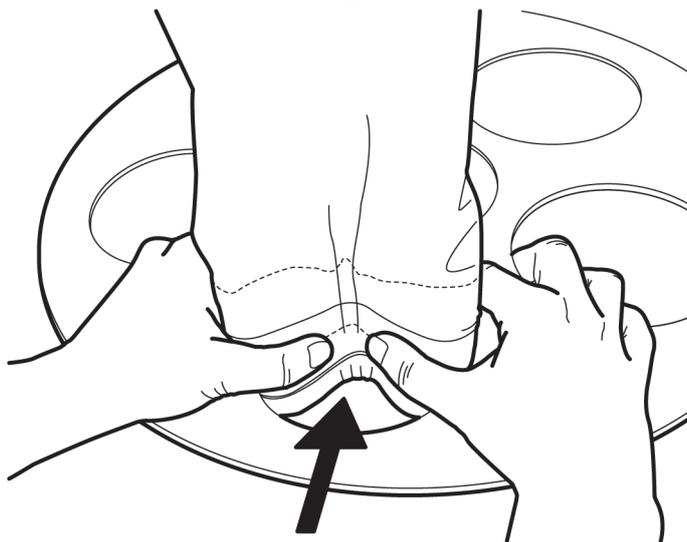

Abbildung 5-4. Lösen des Filters
2. Der Filter wird mithilfe einer Schnellbefestigung am unteren Blech der Strumpffilterkassette gehalten. Drücken Sie die Außenkante des Filters zur Mitte des Filters, siehe *Abbildung 5-4, Seite 29*.
5. Lassen Sie den Strumpffilter im Loch des unteren Blech einrasten und dichten Sie ordentlich ab, siehe *Abbildung 5-4, Seite 29*.